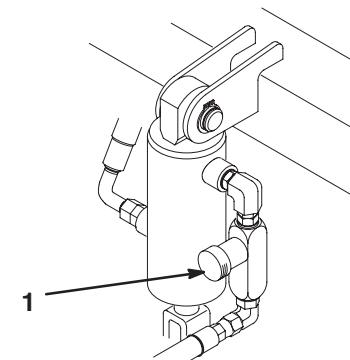

Figure 53
Le circuit de relevage/descente des plateaux de coupe de cette machine est muni d'un régulateur de débit (Fig. 53). Celui ci est ouvert en usine d'environ 3 tours. Il faut cependant parfois le régler pour compenser les différences de température de l'huile hydraulique, de vitesses de tonte, etc. Dans ce cas, procédez comme suit :
1. Soulevez le siège et repérez le régulateur de débit (Fig. 53) du bâti de traction central situé près du vérin hydraulique.